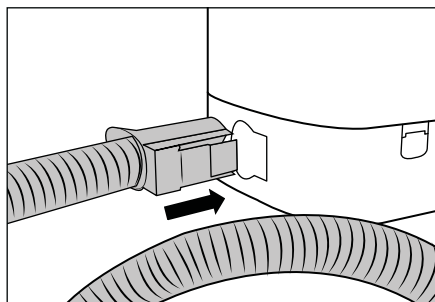

Bild 2
- ♦ Stick in spray-/sugslangen **19** i produktens spray-/sugslanganslutning **17** så att upplåsningsknappen **21** snäpper fast (se bild 2).